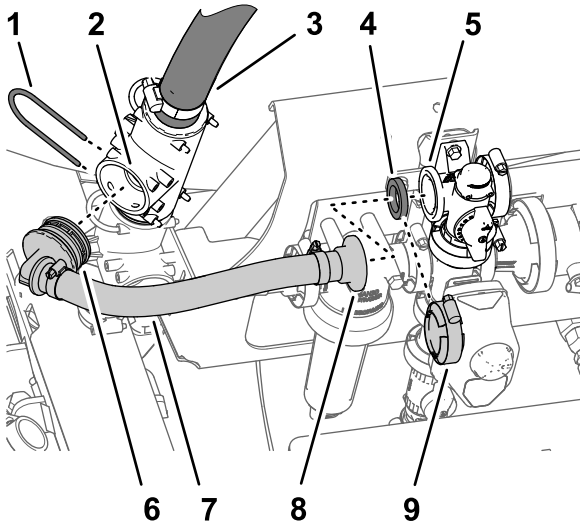

图 8
1. 对齐新搅拌旁通软管总成的 90°宝塔接头与上 T 形接头的开口端并插入 90°接头直到其进入 T 形接头 图 8。
2. 使用在 拆下软管 \(页码 4\) 的步骤 2 中取下的卡环 图 8 将 90°宝塔接头固定至 T 形接头。
3. 对齐新搅拌旁通软管总成的直通法兰接头、垫片和旁通阀的法兰 图 8。
4. 使用在 拆下软管 \(页码 4\) 的步骤 2 中卸下的法兰夹具 图 8 将直通法兰接头和垫片固定到旁通阀上。